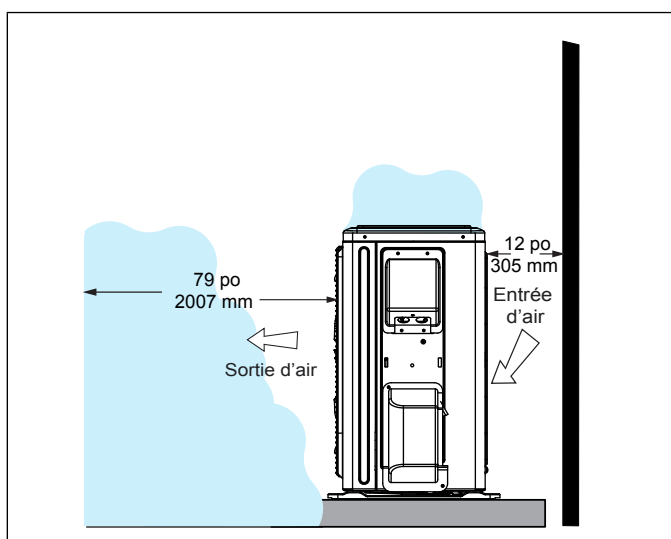

Figure 21. Débit d'air d'une unité extérieure obstruée par de la neige
- Dans certaines régions fortement enneigées, ne pas placer l'unité là où la neige peut s'accumuler comme illustré à la « Figure 21. Débit d'air d'une unité extérieure obstruée par de la neige ».